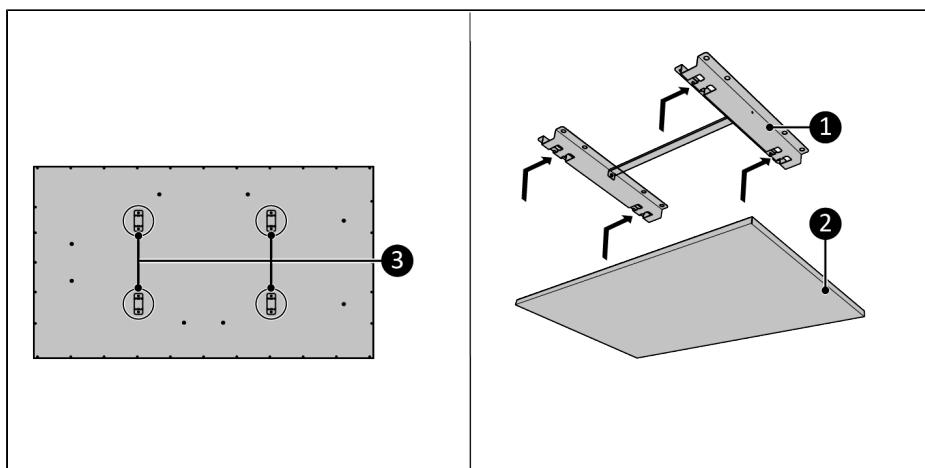

Figure 91.
(Figure 91, pos. 3) sur le support au
plafond (Figure 91, pos. 1).
9. Glissez l'appareil (Figure 91, pos. 2) dans
(Figure 91, pos. 1).